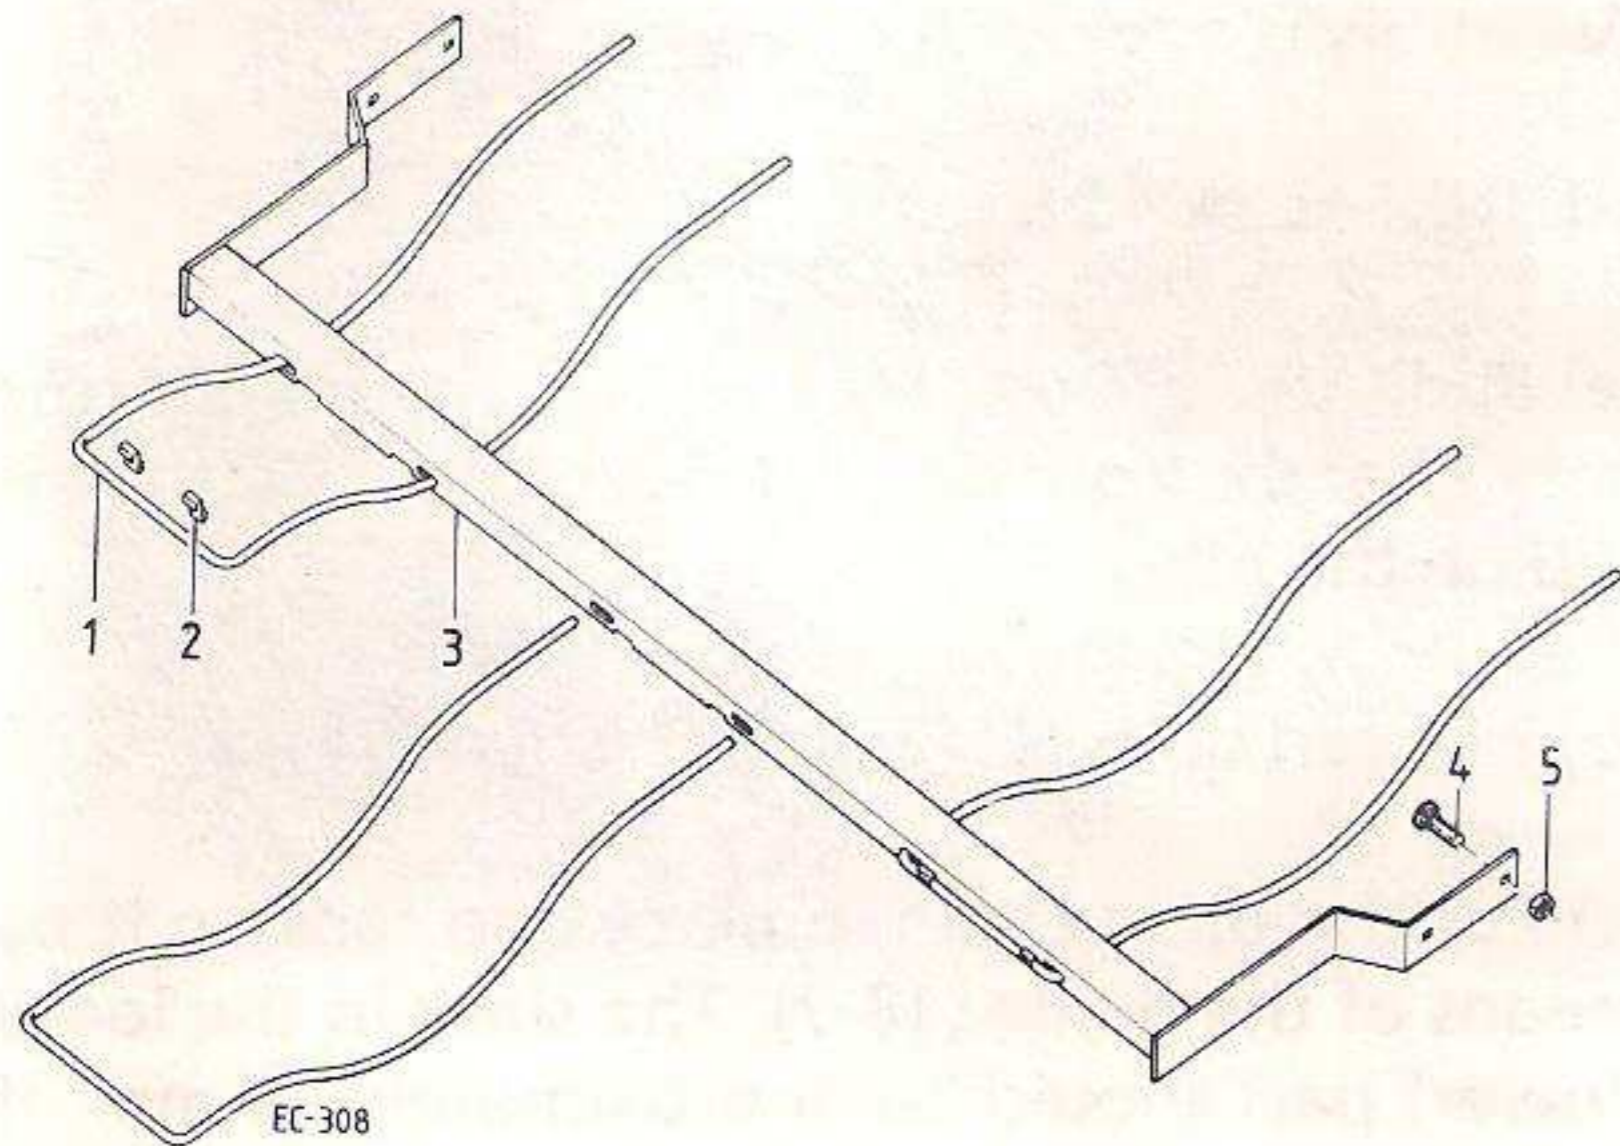

Fig. 7
- (d) Remove the pickup cover (fig. 7).